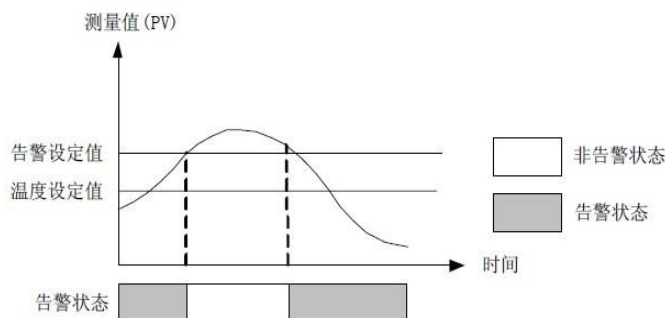

图5-14 不带等待的下限偏差示意图
1. 在电源接通时，基本告警，即不带等待功能的告警将被触发，如图5-14所示。